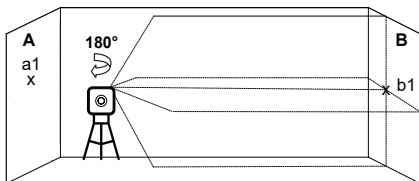

Figura 2
- 5) Rotiți nivela laser la 180° către peretele **B** și marcați pe perete centrul liniilor încrucișate cu **b1** (vezi Figura 2).